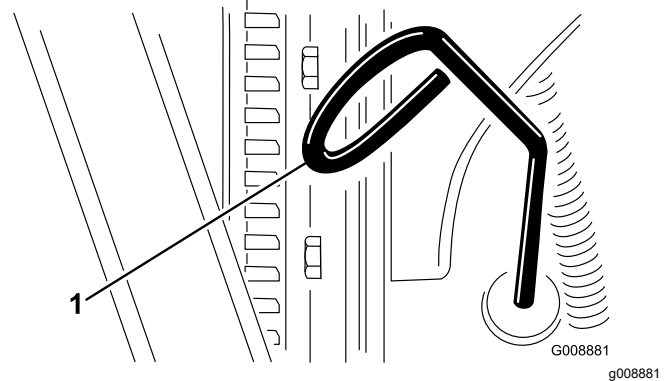

Figure 61
3. Retirez la jauge (Figure 61) et essuyez-la sur un chiffon propre.